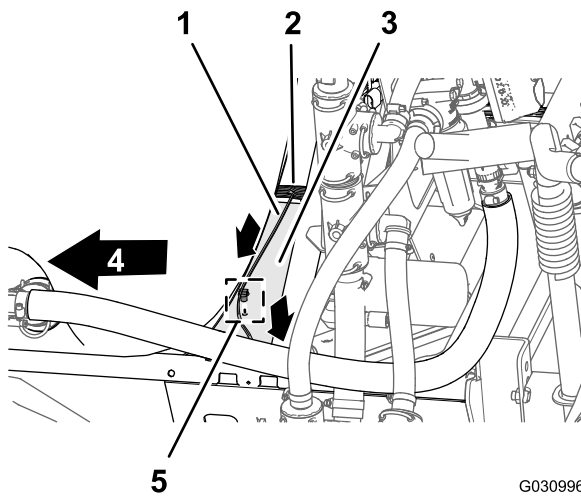

Figura 100
1. Passe a secção com 86 cm da cablagem para o solenoide da bomba do pulverizador através da parte superior do canal da estrutura do pulverizador e para baixo na direção do solenoide da bomba do pulverizador (Figura 100).
2. Insira o fixador de pressão da secção com 86 cm da cablagem no orifício no canal da estrutura do pulverizador (Figura 100).